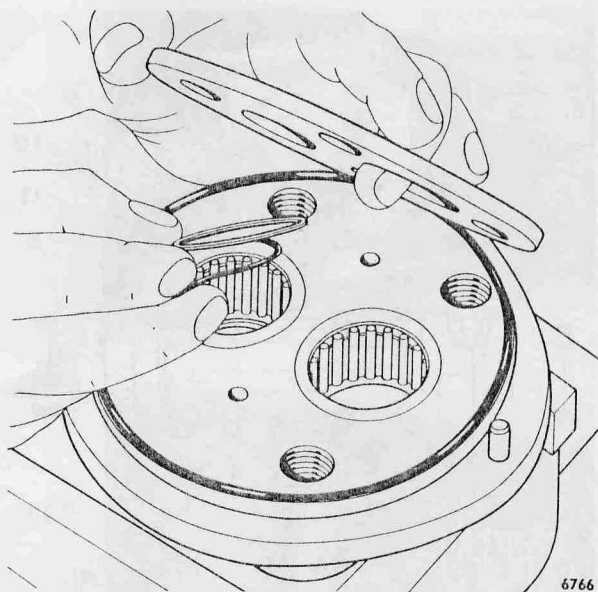

Fig 165. Borttagning av slitbricka, stödringar och O-ringar.
7. Ta bort kugghjulen, eventuella mellanlägg, slitbrickan, O-ringen, stödringarna och O-ringarna, se fig 165.